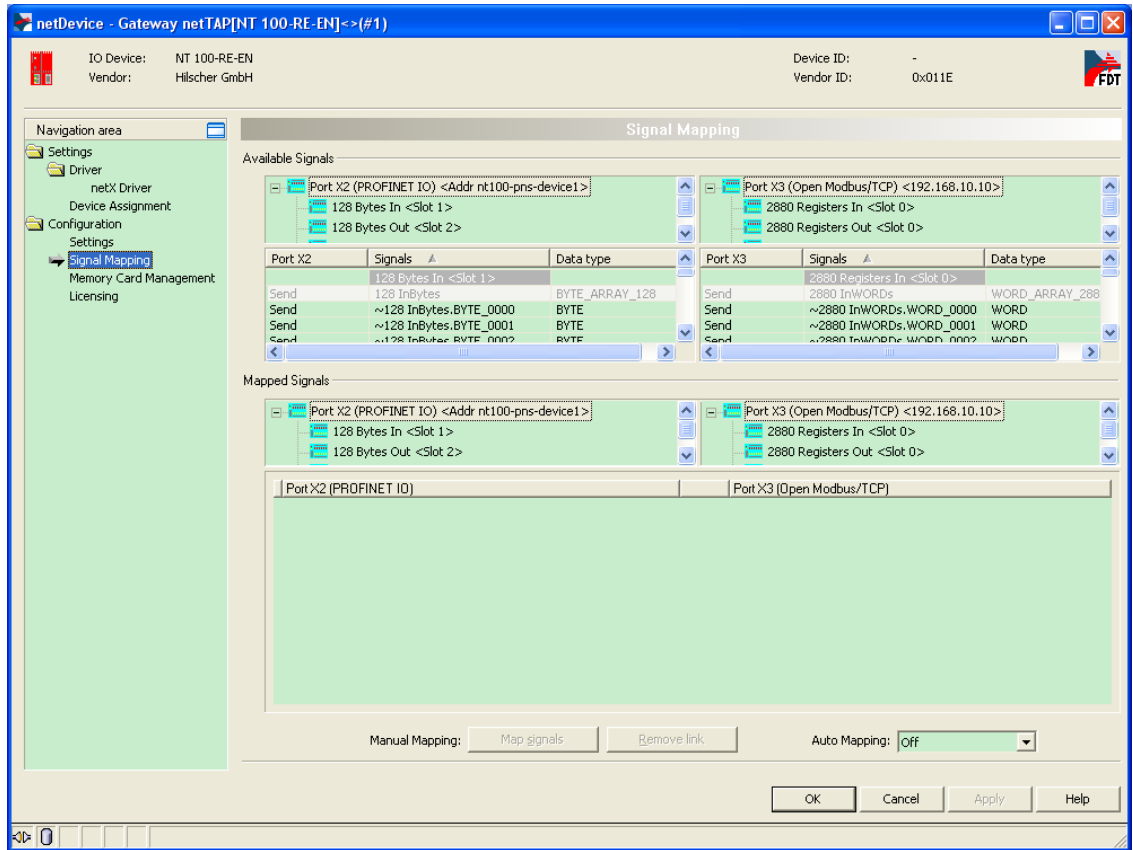

图 18
(17) Modbus/TCP 协议参数配置完成后单击“OK”回到主界面，右击 NT 100 图标，选择“Configuration”“Gateway”，选择“Signal Mapping”栏，如图 18 所示：